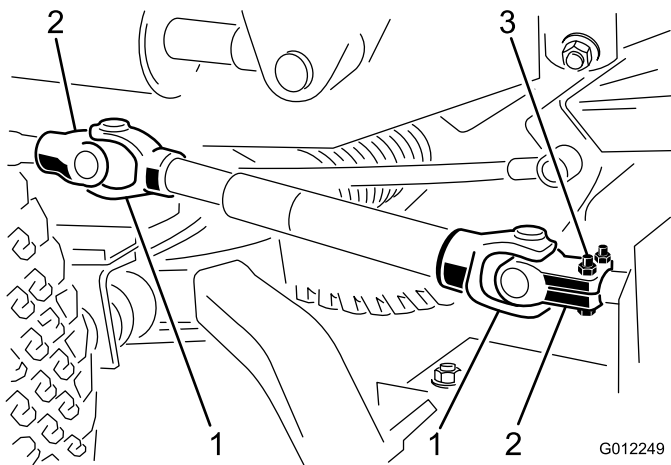

Bild 11
1. Flüchten Sie die Löcher im Joch und in der Eingangswelle des Getriebes aus. Schieben Sie das Joch auf die Welle und befestigen sie mit einem Spannstift und zwei Kopfschrauben (5/16 x 1-3/4 Zoll) und Sicherungsmuttern (5/16 Zoll) (Bild 11).